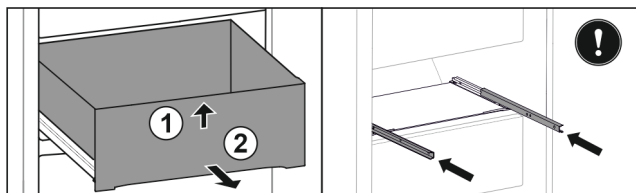

Fig. 43
- ▶ Predal spredaj dvignite. Fig. 43 (1)
- ▶ Predal vzemite ven v smeri naprej. Fig. 43 (2)